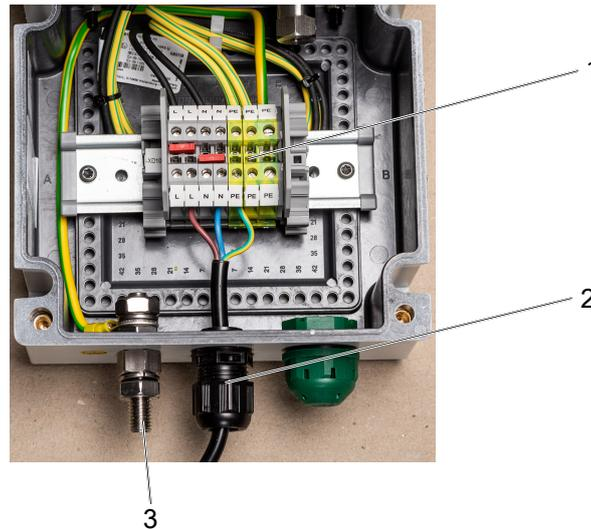

Abb. 9: Innenansicht Klemmenkasten
1. Netzanschlussleitung durch die Kabelverschraubung (2) in den Klemmenkasten einführen.
3. Netzanschlussleitung mit den angegebenen Schraubklemmen der Klemmenleiste (⇒ Abb. 9) verbinden.